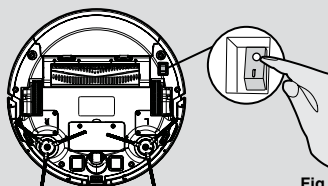

Fig. 9
Ligar o robô de aspiração com o botão ligar/desligar na parte inferior (I). **[Fig. 9]** Colocar em frente da estação de carregamento.
1. Pressionar o botão ligar/desligar no robô inferior. **[Fig. 9]**